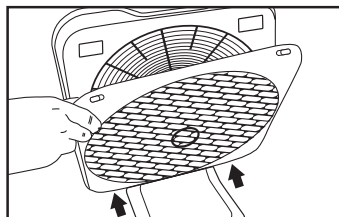

Fig. 13
7. Maintenir la partie inférieure de la grille engagée en place, et repousser la partie supérieure de la grille vers l'appareil jusqu'à ce que les languettes de fixation, en haut de la grille, soient insérées (un clic se fera entendre). Voir Fig. 13